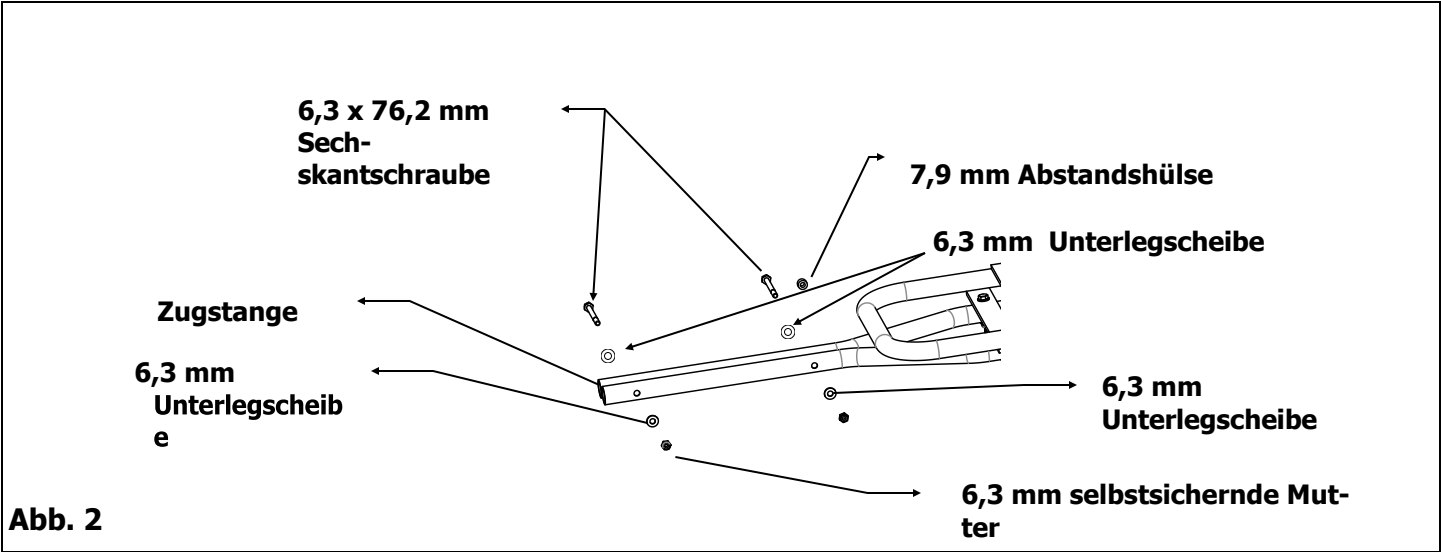

Abb. 2
2. Stecken Sie zwei 6,3 x 76,2 mm Sechskantschrauben, zwei 6,3 mm Unterlegscheiben, zwei 6,3 selbstsichernde Muttern und eine 7,9 mm Abstandshülse zusammen. Stecken Sie eine 6,3 x 76,2 mm Sechskantschraube durch das erste Loch in der Seite eines Zugrohrs und dann durch das zweite Zugrohr. Bringen Sie eine 6,3 mm Unterlegscheibe an und ziehen Sie die Schraube mit einer 6,3 mm selbstsichernden Mutter fest. Stecken Sie die zweite 6,3 x 76,2 mm Sechskantschraube durch das zweite Loch in der Seite des Zugrohrs. Platzieren Sie die 7,9 mm Abstandshülse zwischen die beiden Zugrohre und stecken Sie die Schraube durch die 7,9 mm Abstandshülse und durch das zweite Zugrohr. Legen Sie eine 6,3 mm Unterlegscheibe auf die Schraube und fixieren Sie sie mit einer 6,3 mm selbstsichernden Mutter. Siehe Abbildung 2.